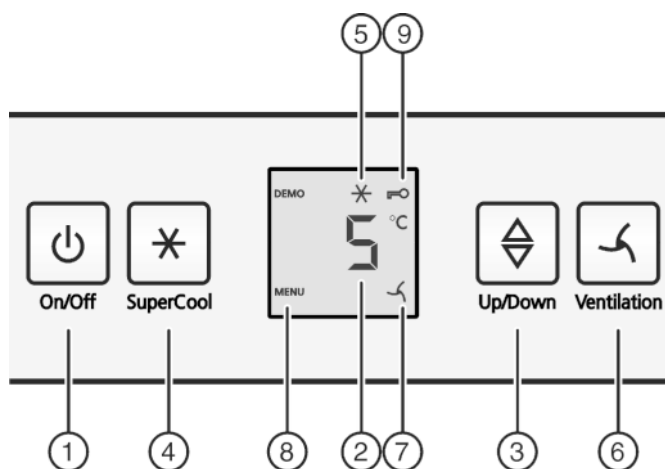

Fig. 3
- ▶ Stiskněte tlačítko On/Off *Fig. 3 (1)*.
- ▶ Stiskněte tlačítko SuperCool *Fig. 3 (4)* asi na 5 sekund.
- ▷ Na displeji se zobrazí Symbol menu *Fig. 3 (8)*.
- ▶ Potvrďte krátce tlačítkem SuperCool *Fig. 3 (4)*.
- ▷ Na displeji svítí Symbol dětské pojistky *Fig. 3 (9)*.
- ▶ Stiskněte krátce tlačítko On/Off *Fig. 3 (1)*.
- ▶ Vyvolání funkce teploty: Stiskněte seřizovací tlačítko *Fig. 3 (3)*.
- ▶ Změna teploty v krocích po 1 °C: Seřizovací tlačítko *Fig. 3 (3)* stiskněte tolikrát, až na ukazateli teploty svítí požadovaná teplota.
- ▶ Krátce stiskněte tlačítko SuperCool *Fig. 3 (4)*.
- ▷ Symbol SuperCool *Fig. 3 (5)* na ukazateli svítí.
- ▷ Symbol SuperCool *Fig. 3 (5)* na ukazateli zhasne.
- ▶ Krátce stiskněte tlačítko Ventilation Fig. 3 (6).
- ▷ Symbol Ventilation Fig. 3 (7) svítí.
- ▷ Symbol Ventilation Fig. 3 (7) zhasne.